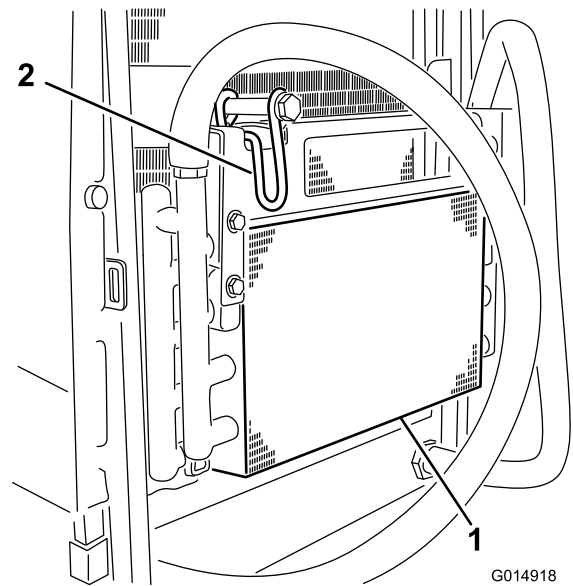

Figura 59
6. Girate il fermo verso l'interno per rilasciare il radiatore dell'olio (Figura 59).